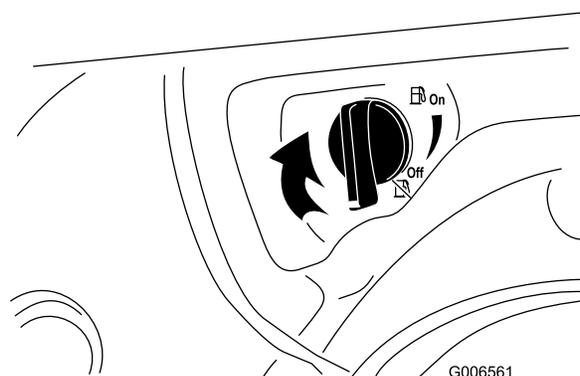

Figura 32
- Girate la valvola d'intercettazione del carburante per chiuderla (Figura 32).